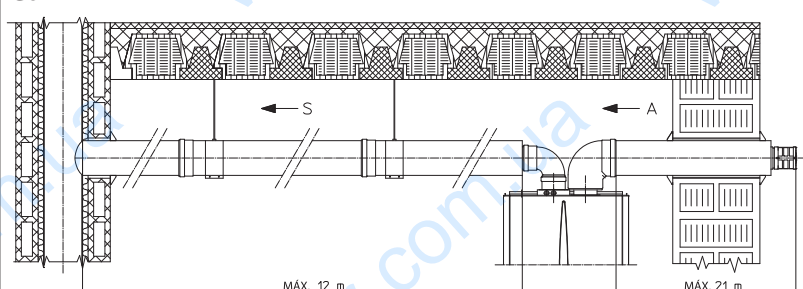

Fig. 1-31
- Perda de temperatura em canais de fumo isolados. Para evitar problemas de condensa de fumos na conduta de descarga de Ø 80 isolado devido ao resfriamento através da parede é necessário *limitar o comprimento da conduta de descarga a 12 metros*. Na figura (Fig. 1-31) representa-se um caso típico de isolamento, a conduta de aspiração curta e a conduta de descarga muito comprida (superior a 5 m). Todo a conduta de aspiração é isolada para evitar a condensa do ar húmido do ambiente no qual se encontra a caldeira a contacto com o tubo resfriado pelo ar que entra pelo lado externo. Todo a conduta de descarga é isolada, com excepção da curva na saída do separador para reduzir as dispersões de calor da conduta, evitando, desta forma, a formação de condensa de fumos.